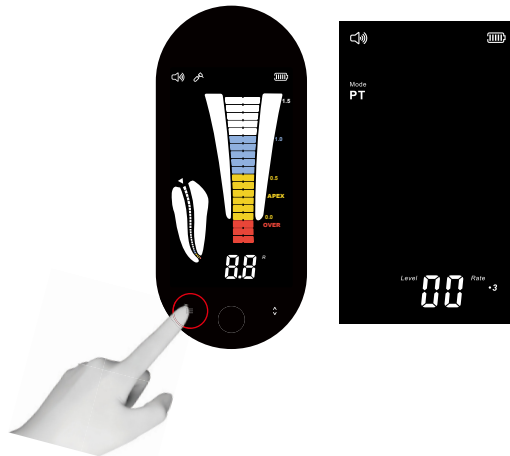

Bild 11
3. Schalten Sie das Gerät ein und drücken Sie die Modus-Taste länger als 2 Sekunden, um in den Pulp-Test-Modus (PT-Modus) zu wechseln (siehe Abbildung 11).